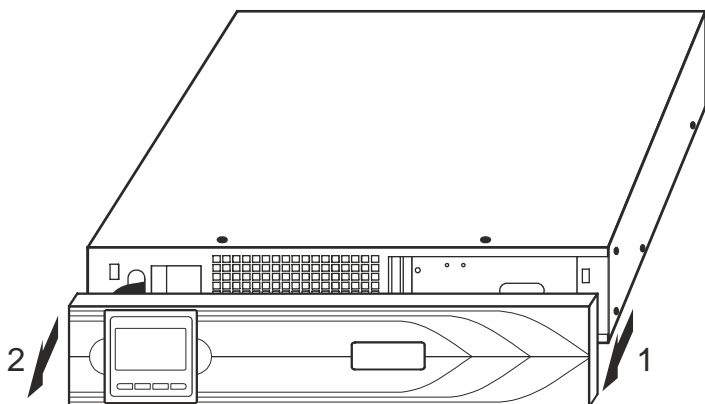

Рисунок 11 – Порядок отсоединения передней панели
- Нажмите на левую сторону панели рядом с ЖК-дисплеем и резко потяните правую сторону на себя. Затем отсоедините левую сторону передней панели (см. рисунок 11);